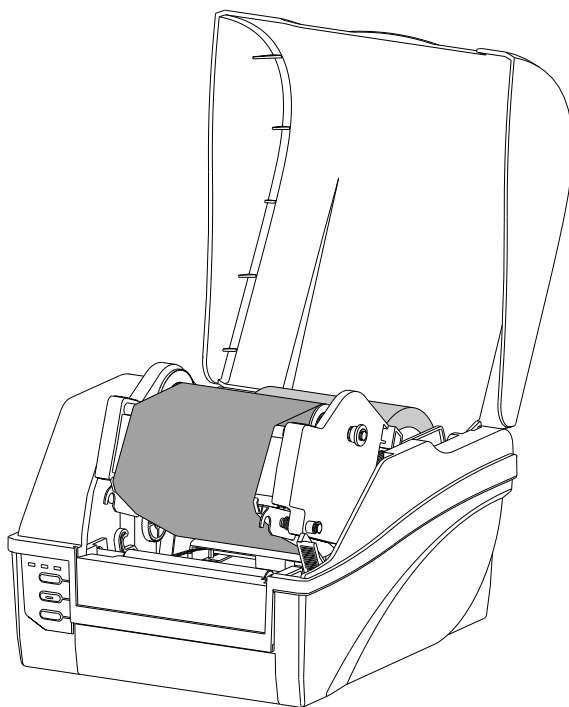

图 2-12
2. 将纸卷轴连同纸卷一起放入纸仓，按纸卷轴上的刻度将纸卷放置在中间位置，并将两个挡板靠紧纸卷，如图 2-12 所示。